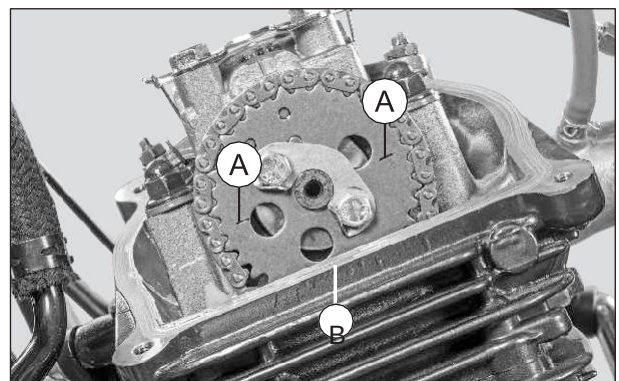

Fig. 2.29
- Después de engranar la 5ta marcha, gire nuevamente la rueda trasera y alinee las marcas en el piñón del árbol de levas (A) de tal forma que quede totalmente paralelas a la superficie de la culata (B). (Fig. 2.29)